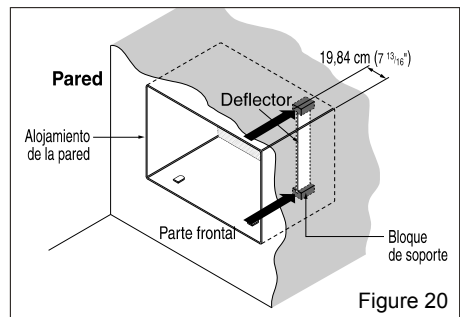

Figure 20
- 6** Extraiga la parte posterior de los bloques de soporte y fijelos al interior del alojamiento de la pared según se muestra en la FIG 20. Deslice el deflector en las ranuras de los bloques de soporte.